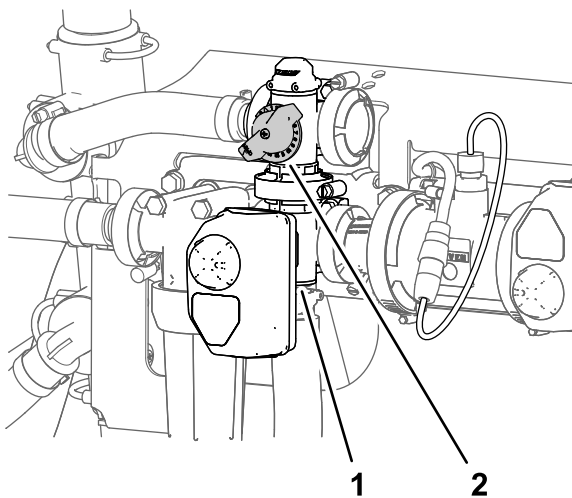

Bild 243
2. Stellen Sie das Rührwerksicherheitsventil (Bild 243) so ein, dass das Manometer einen Sprühsystemdruck von 6,89 bar (689 kPa) anzeigt.